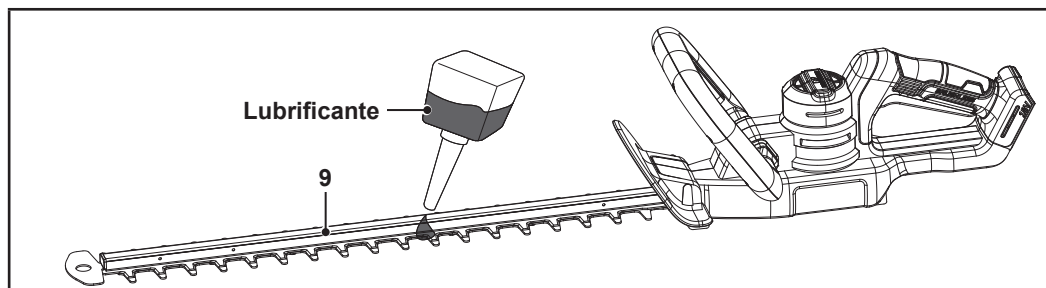

Fig. 8
- As superfícies internas da lâmina (9) precisam de lubrificação regular durante o funcionamento (Fig. 8).
- As superfícies internas e externas da lâmina (9) precisam de lubrificação antes de serem guardadas (Fig. 8).